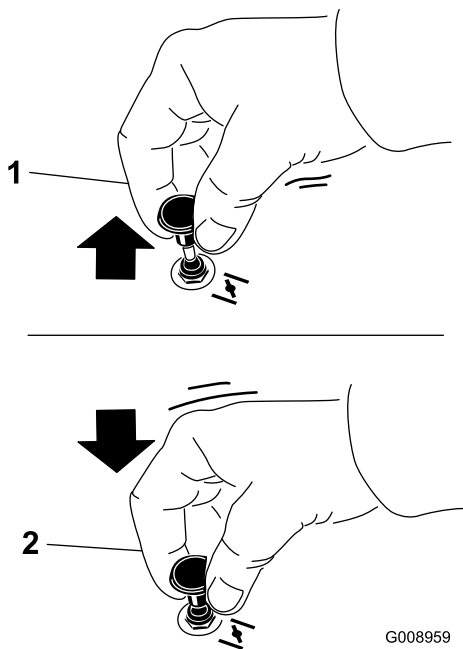

Figure 22
2. Tirez sur la commande de starter pour engager le starter avant d'utiliser le commutateur d'allumage (Figure 22).
3. Poussez sur la commande pour désengager le starter lorsque le moteur a démarré (Figure 22).